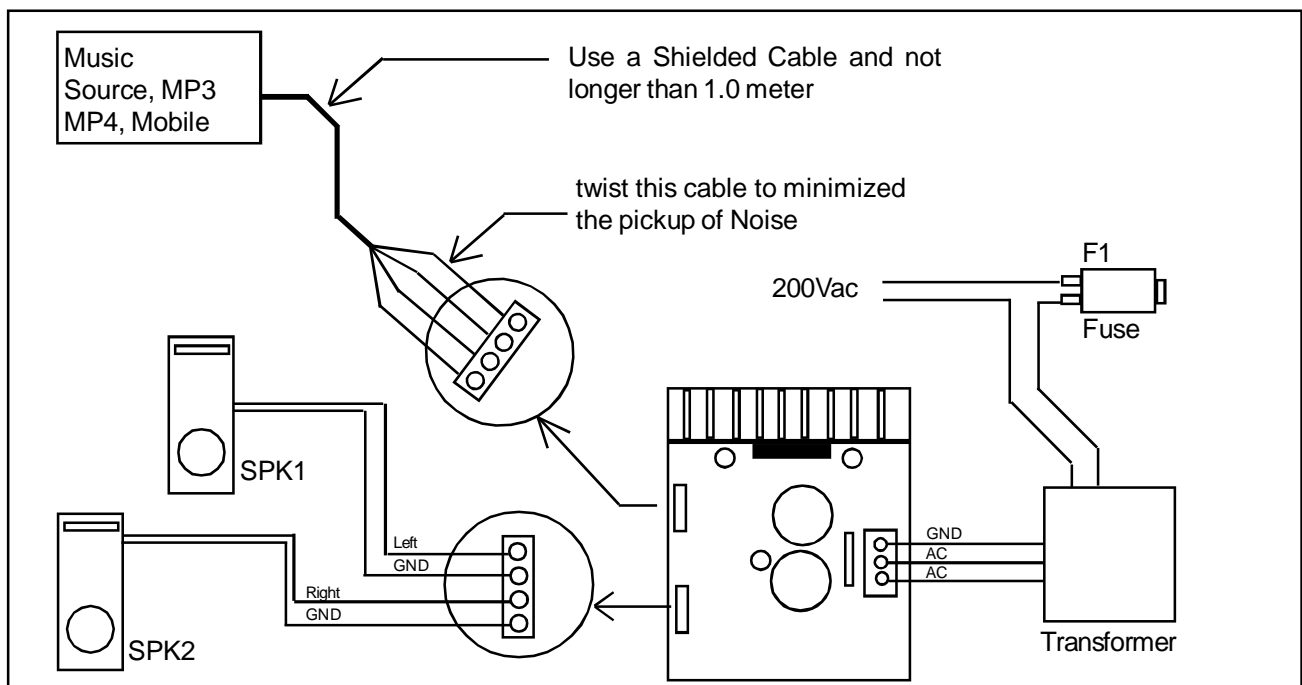

Figure 12 : Live Test
- [1] I-setup ang DR20W ayon sa Figure 12. Huwag munang isaksak ang 220Vac cord sa 220V socket habang ginagawa ang connection.